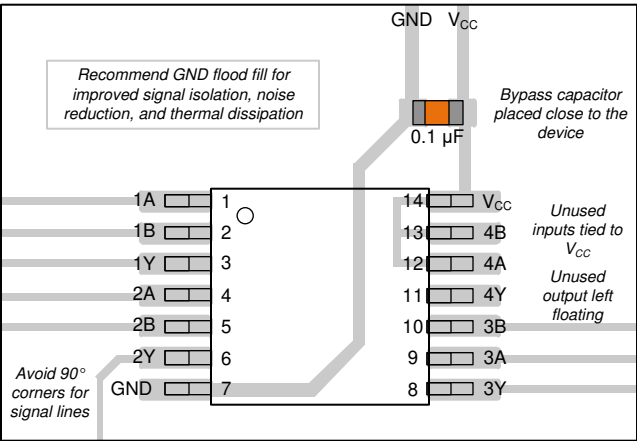

图 8-3. SN74LVC132A 的示例布局
1. 在 V_{CC} 至 GND 之间添加一个去耦电容器。此电容器需要在物理上靠近器件，在电气上靠近 V_{CC} 和 GND 引脚。图 8-3 中展示了示例布局。
电源可以是 建议运行条件 中最小和最大电源电压额定值之间的任何电压。每个 V_{CC} 端子均应具有一个旁路电容器，以防止功率干扰。建议为该器件使用 $0.1\mu F$ 电容器。可以并联多个旁路电容器以抑制不同的噪声频率。 $0.1\mu F$ 和 $1\mu F$ 电容器通常并联使用。旁路电容器应安装在尽可能靠近电源端子的位置，以获得更佳效果，如 图 8-3 所示。